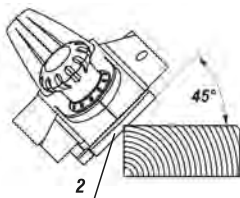

fig. 7 – biselando
El cepillo VONDER debido a su ranura en "V" (2) en la base frontal permite la realización de biseles en maderas, conforme muestra la fig. 7;
2. Inclina el cepillo en un ángulo de 45°, y apóyelo en la pieza conforme la fig. 7;